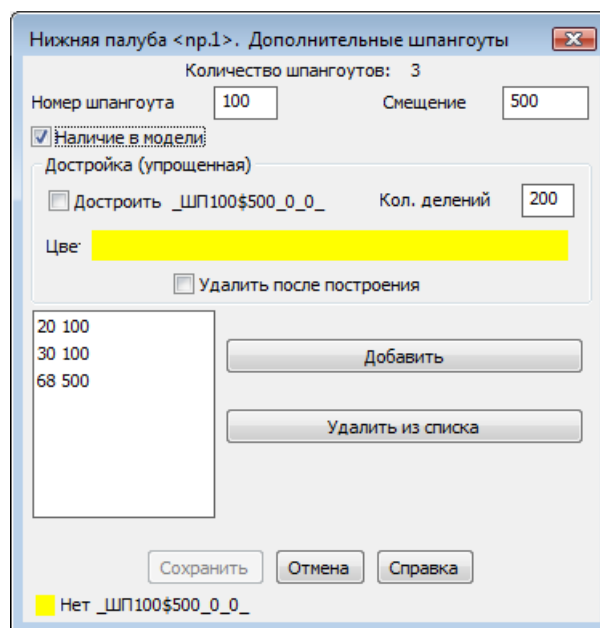

Рисунок 16. Данные дополнительных шпангоутов
7.7. Диалоговое окно **Верхняя палуба <вр.1>. Дополнительные шпангоуты** (рисунок 16) откроется, если в окне **Верхняя палуба<вр.1>. Общие данные** (см. рис. 12) щелкнуть по кнопке **Шпангоуты**.